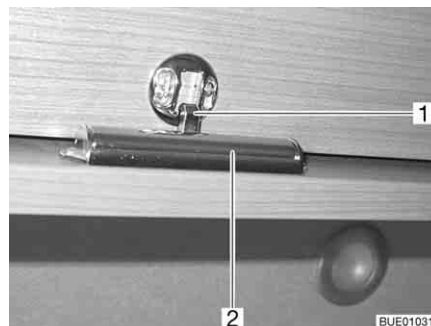

Fig. 48 Abattant de placard avec bouton de déverrouillage
- Appuyer sur la barre de déverrouillage (Fig. 48,2) sous le portillon et la maintenir enfoncée.
- Rabattre l'abattant de placard jusqu'à ce que le dispositif de verrouillage (Fig. 48,1) s'enclenche de façon perceptible.